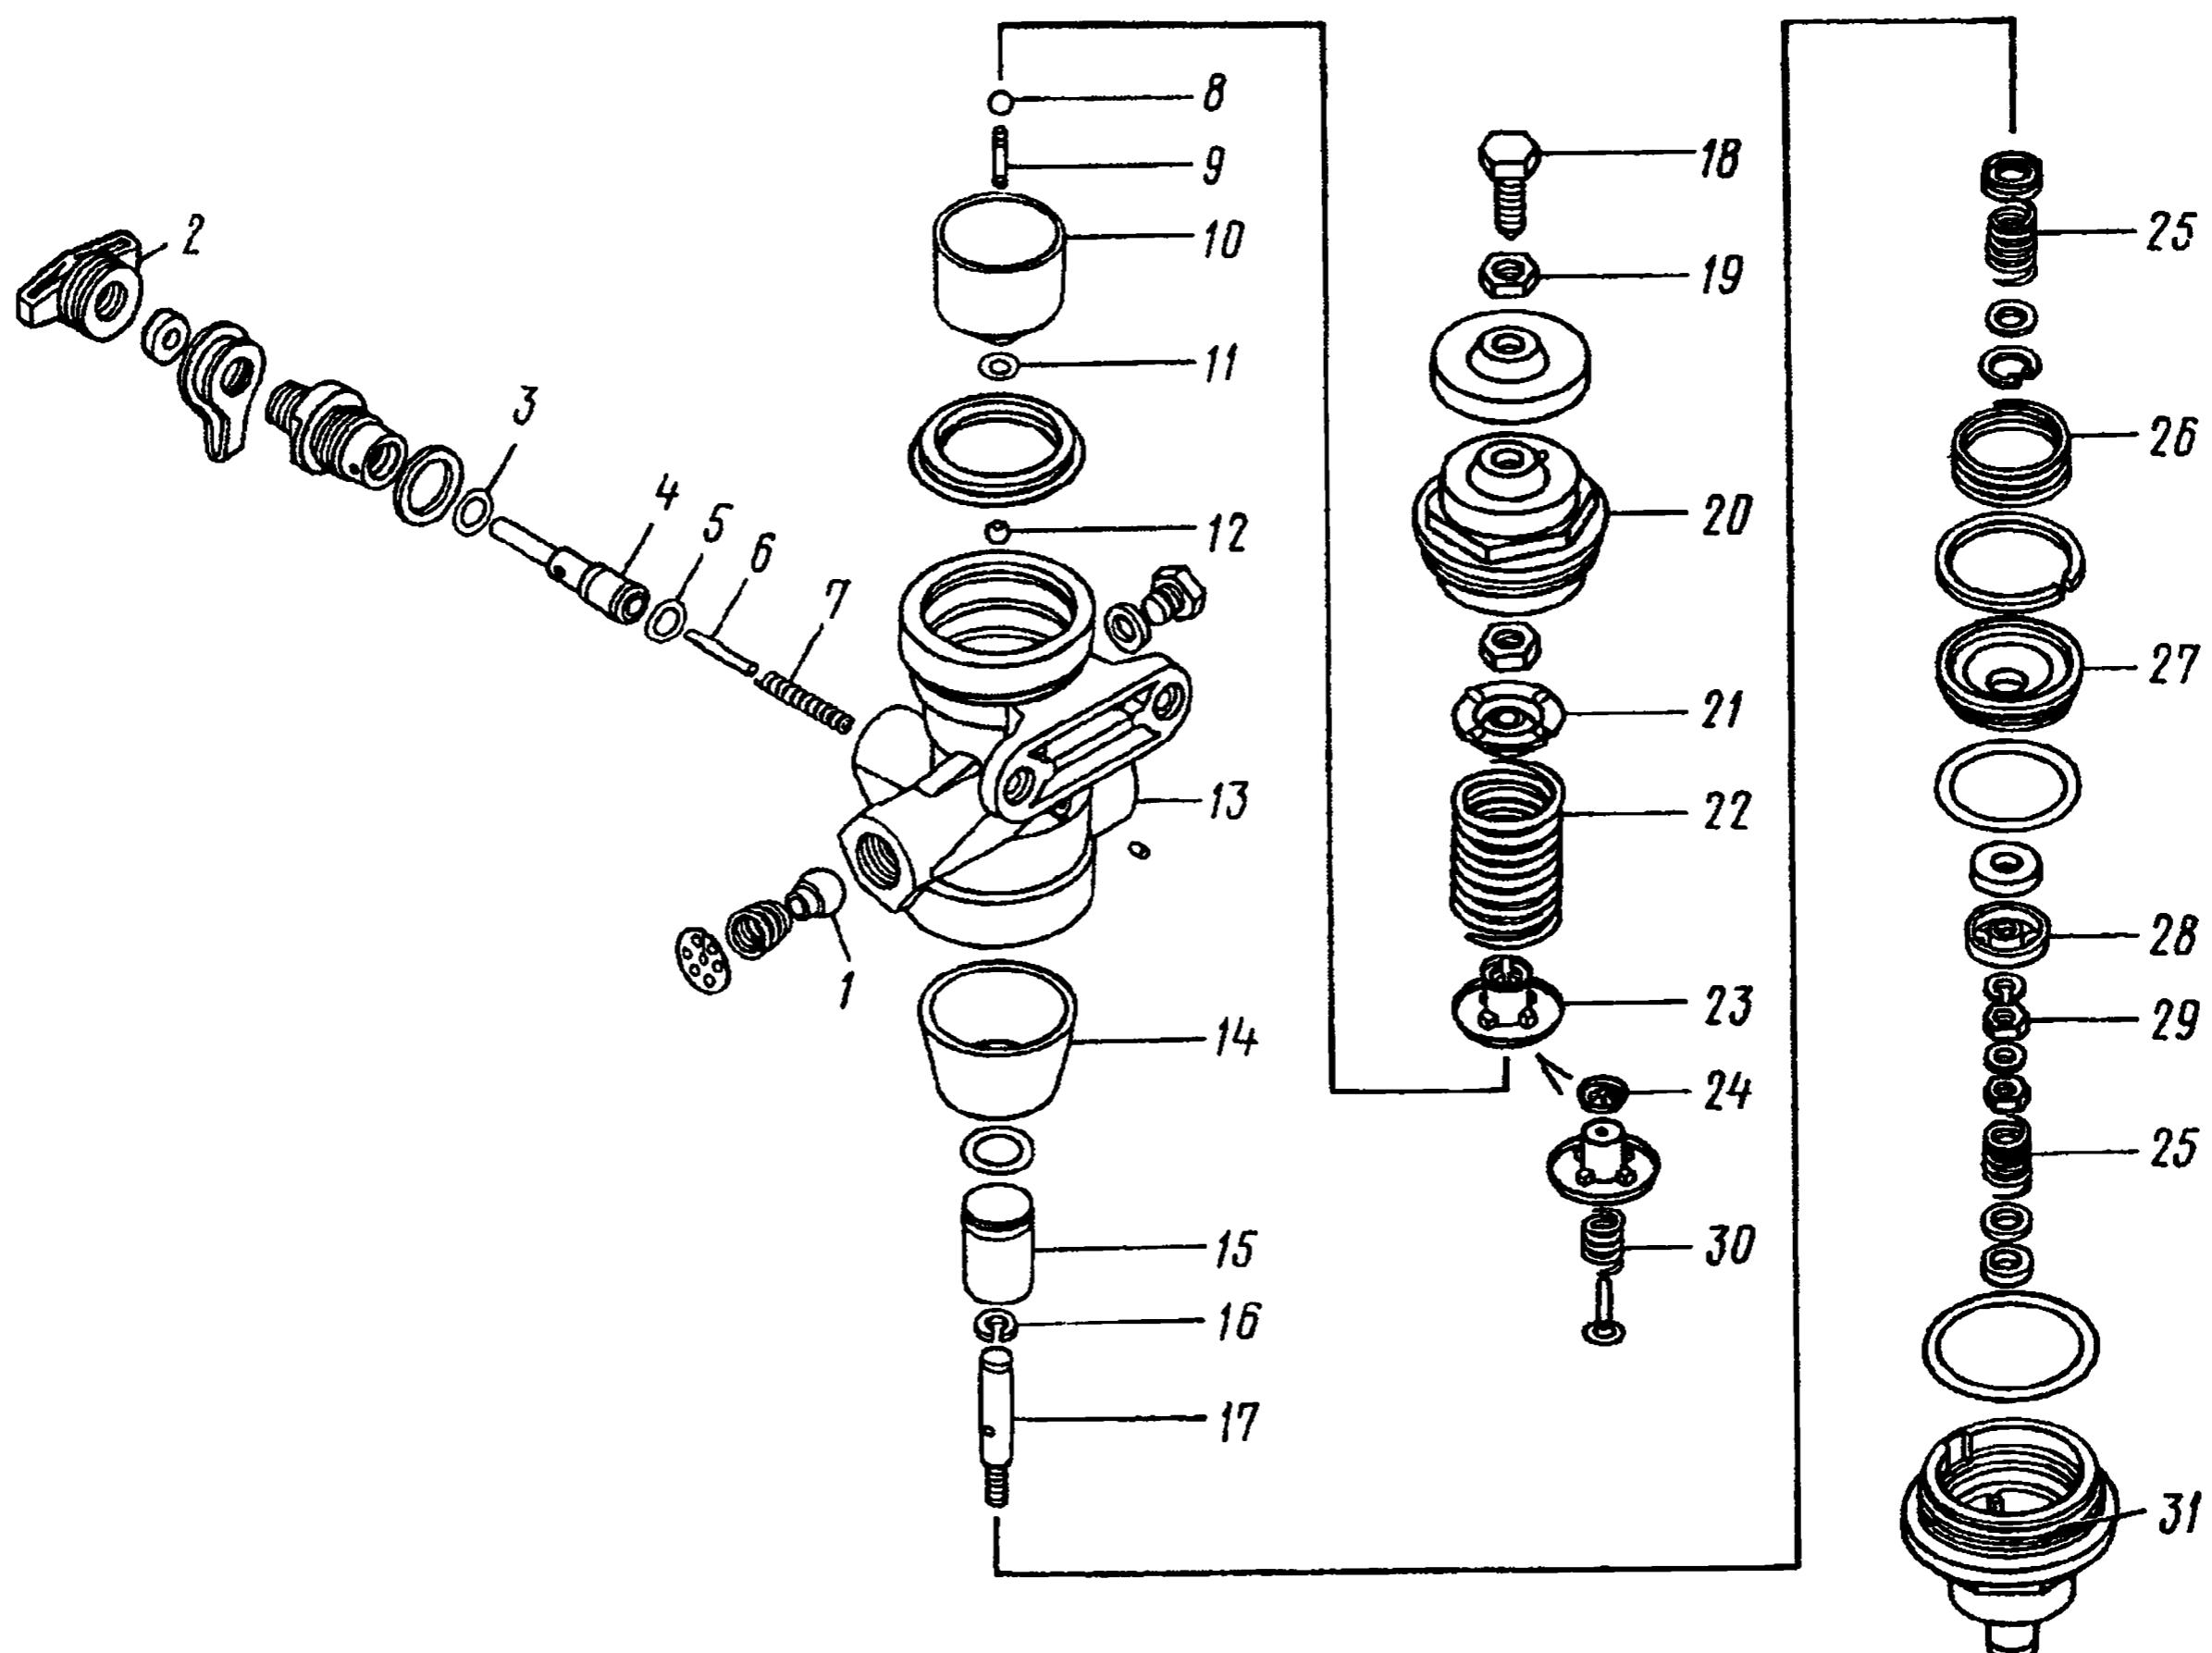

Рис. 301. Регулятор давления:
2. Выверните из регулятора регулировочный винт 18 (рис. 301)	Торцовый винт 13 мм, ключ 14 мм Ключ 50 мм